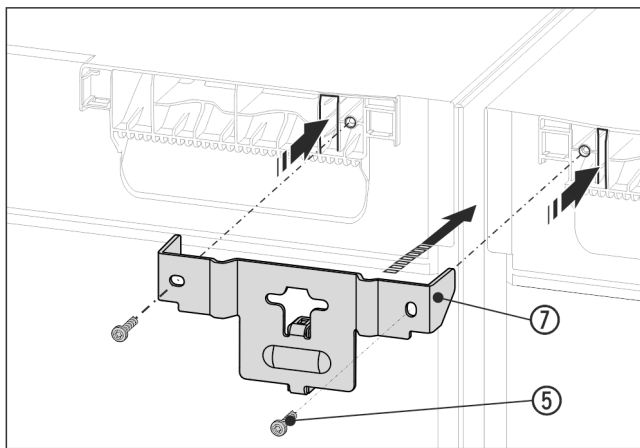

Fig. 16 Atvaizdo pavyzdys
- ▶ Įstumkite kampuočių Fig. 16 (7) su skečiamąja detale tarp prietaisų ir su antdėklinėmis plokštelėmis įstumkite į prietaiso viršų. Prisukite 2 varžtais Fig. 16 (5).